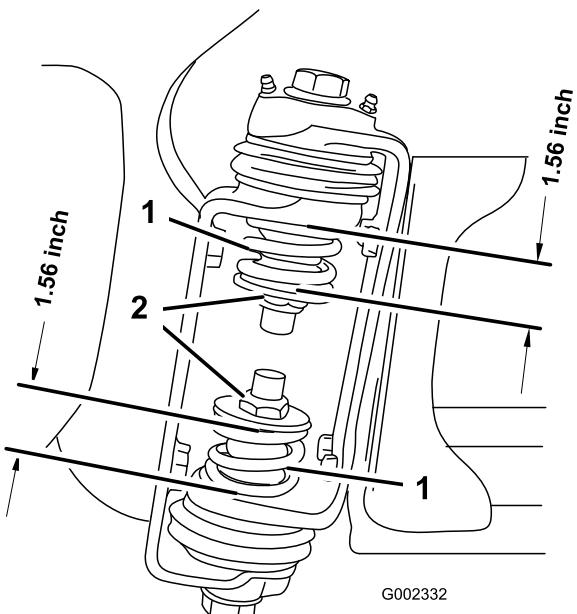

Bild 3
3. Messen Sie am Gelenk des Spritzgestänges die Komprimierung der oberen und unteren Federn, wenn die Spritzgestänge ausgefahren sind (Bild 3).